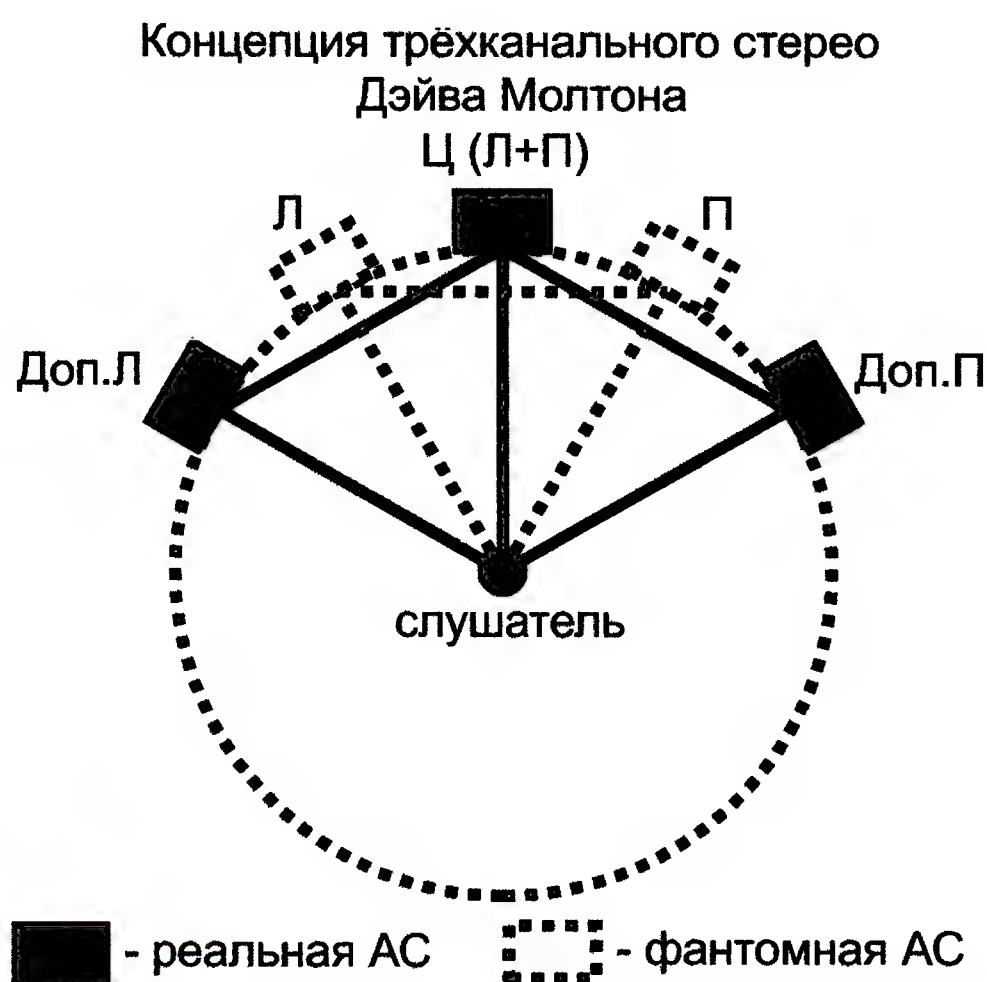

Рис. 11
жения элементов системы Дэйва Молтона показана на **рис. 11**.
жения элементов системы Дэйва Молтона показана на **рис. 11**. Другими словами, угол между центральным громкоговорителем и боковыми выбран таким образом, чтобы при переводе звукового сигнала в крайнее положение, в одну из сторон, фантомный образ (создаваемый излучением центрального и бокового громкоговорителей) попадал в то место, где обычно размещены громкоговорители стереоАС. Таким образом, мы получаем реальный центральный канал; при этом "боковые" громкоговорители у нас стали фантомными, но оказались как раз в тех местах, где и должны быть расположены для оптимальной стереопанорамы. По сути, были фантомный центр и реальные боковые АС, а стали реальный центр и фантомные боковые.
4. Три громкоговорителя, расположенных и подключённых по системе Дэйва Молтона (см. рис. 11).